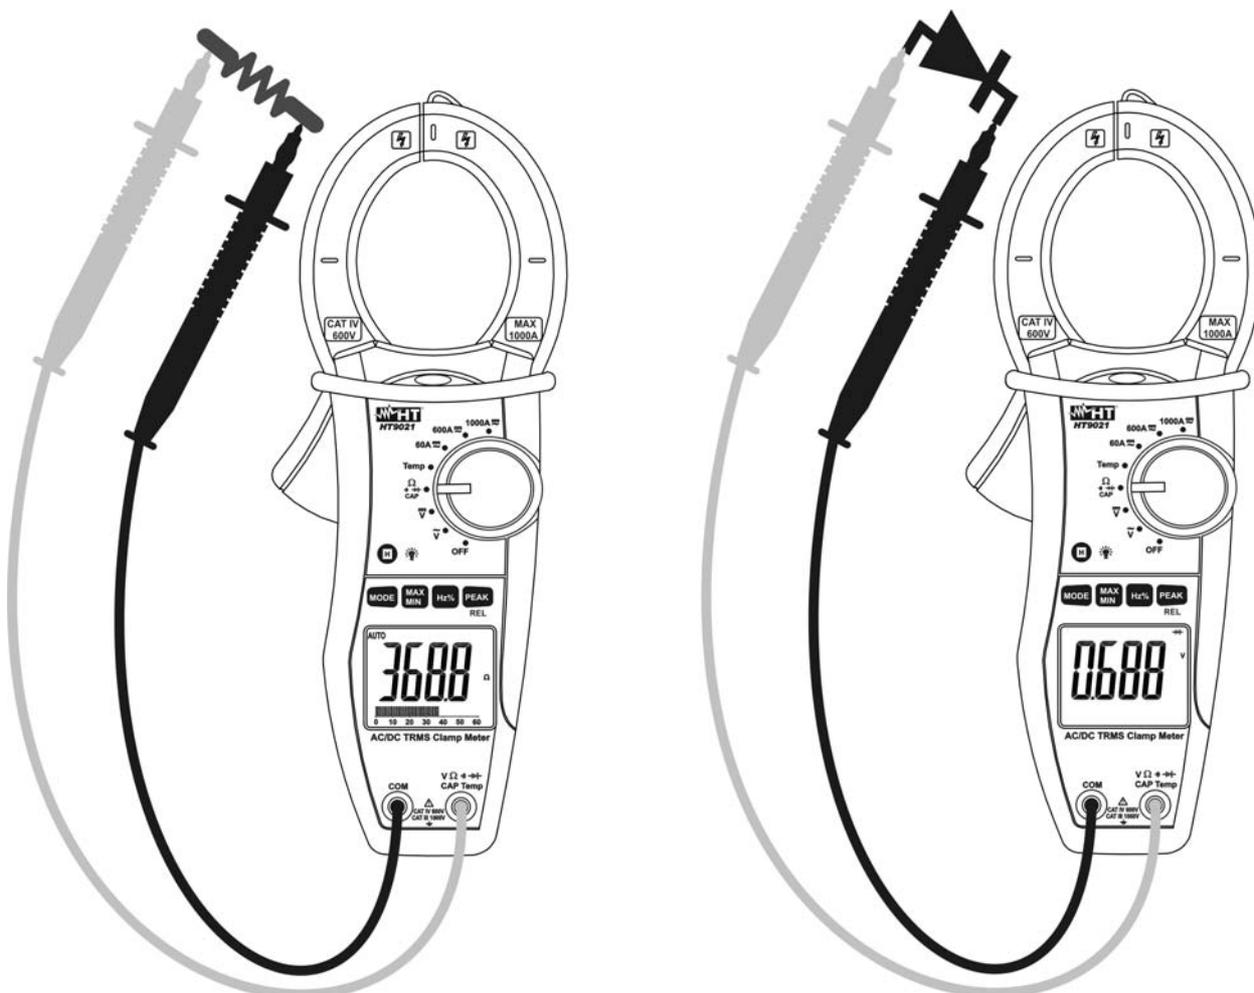

Fig. 5: Uso de la pinza para la Prueba de la Continuidad y Prueba de Diodos
3. Inserte el cable rojo en el terminal de entrada $V \Omega \rightarrow \text{CAP Temp}$ y el cable negro en el terminal de entrada **COM** y efectúe la prueba de continuidad sobre el objeto en prueba (ver Fig. 5 – parte izquierda). El indicador acústico emite una señal cuando el valor de la resistencia medida es inferior a aproximadamente 50Ω .
5. Conecte la punta roja al ánodo del diodo y la punta negra al cátodo en caso de medida de polarización directa (ver Fig. 5 – parte derecha). Invierta la posición de las puntas en caso de medida de polarización inversa.